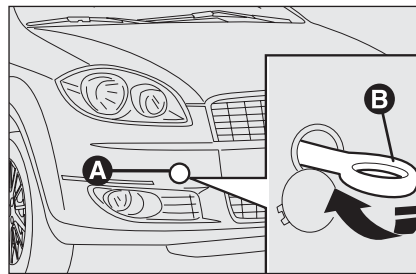

Рис. 44
- вверните сергу **B** (рис. 44) в открывшееся резьбовое гнездо;